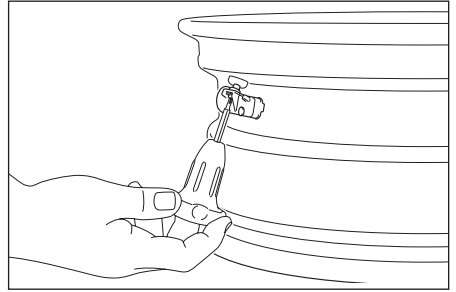

Fig. 3
1. Retirez la vis qui fixe le capteur sur la tige de soupape, puis retirez le capteur. (voir Fig. 3)